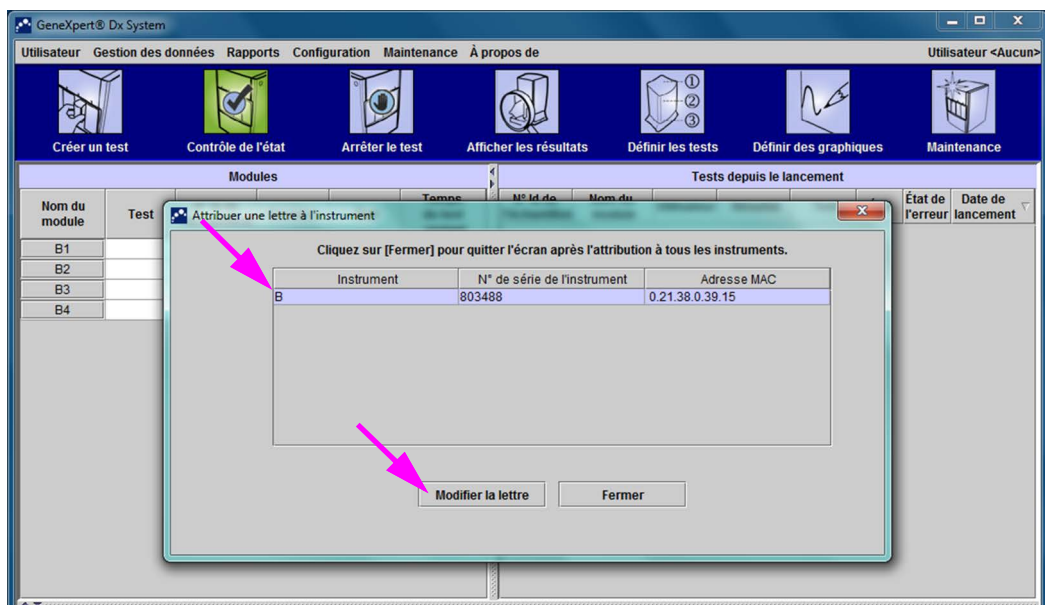

Figure 2-57. Fenêtre GeneXpert Dx System avec superposition de boîte de dialogue Attribuer une lettre à l'instrument
5. Pour modifier la lettre d'attribution, cliquez pour sélectionner l'instrument à modifier, puis cliquez sur **Modifier la lettre** dans la boîte de dialogue Attribuer une lettre à l'instrument (cf. Figure 2-57).